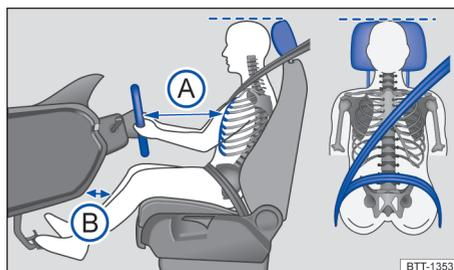

Fig. 20 Distância correta do condutor em relação ao volante, posição correta do cadoarço do cinto de segurança e ajuste correto do apoio para cabeça.
- Ajustar o banco de modo que a distância entre o volante e o tórax tenha no mínimo 25 cm → Fig. 20 (A) e que o condutor possa segurar o volante pela borda externa com as duas mãos e os braços ligeiramente dobrados.
- Ajustar o banco do condutor na direção longitudinal de modo que os pedais possam ser acionados com as pernas ligeiramente arqueadas e a distância para o painel de instrumentos na área do joelho seja de, no mínimo, 10 cm → Fig. 20 (B).
- Para os bancos com apoio para cabeça: ajustar o apoio para cabeça de modo que a sua borda superior se encontre preferencialmente na mesma linha da parte superior da cabeça → Fig. 20 – porém não abaixo da altura dos olhos. Posicionar a parte posterior da cabeça o mais perto possível do apoio para cabeça.